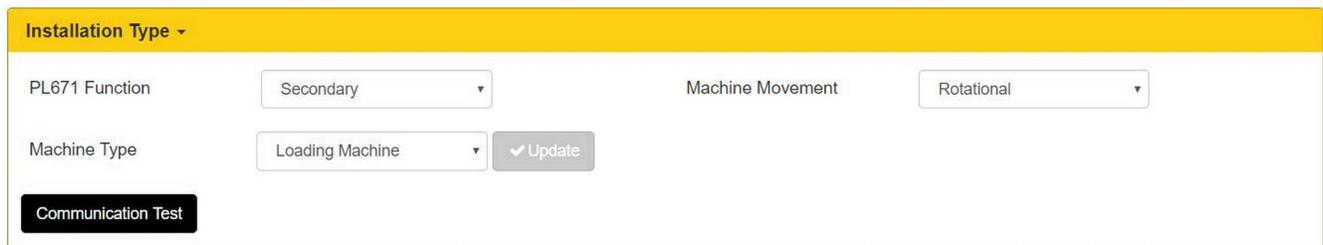

Ilustración 58
- a. Seleccione “Loading Machine (Máquina de carga)” en el cuadro desplegable “Machine Type (Tipo de máquina)” . Presione el botón “Update (Actualizar)” para actualizar la selección. Consulte la ilustración 58.
- b. Seleccione "Secondary (Secundario)" en el cuadro desplegable "PL671 Function (Función del PL671)". Consulte la ilustración 58.
- c. Seleccione "Rotational (Rotatorio)" en el cuadro desplegable "Machine Movement (Movimiento de la máquina)". Consulte la ilustración 58.